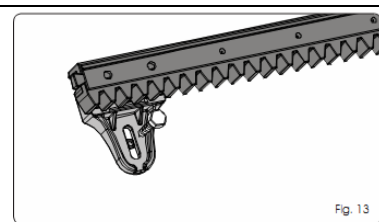

Fig. 13
5. Присоедините еще один реечный элемент вплотную к предыдущему, используя часть рейки (как показано на рис. 13) выровняйте зубья этих двух элементов.
5.4.3 Полиамидная конструкция для затягивания болтов (рис. 13)